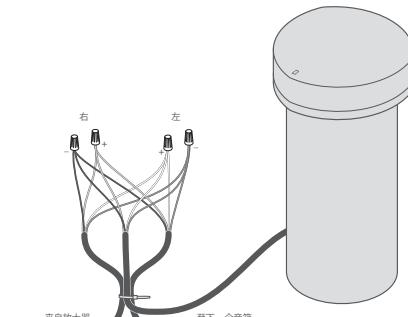

图 9
- 与卫星扬声器安装一样，制作一个长约 10 英寸（25 厘米）的环，从线轴侧拉动线缆。为每个扬声器多留 14-16 英寸（约 35-40 厘米）的线缆，这样当沟槽中的土覆盖线缆时，线缆就不会扭结或拉紧。用扎带将线环固定到位并消除应力（见图 9）。